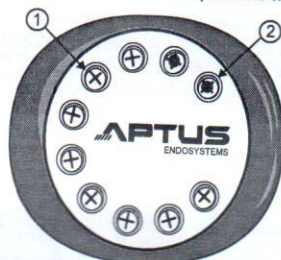

Рисунок 7. Кассета EndoAnchor
4. Загрузите аппликатор путем сильного нажатия на центр кнопки управления назад. Во время работы двигателя, введите дистальный кончик катетера аппликатора в неиспользуемый порт имплантата EndoAnchor, расположенный на кассете EndoAnchor. Примеры используемых и неиспользуемых портов EndoAnchor изображены на рис. 7. Зеленая стрелка назад будет мигать и имплантат EndoAnchor будет загружен из кассеты в дистальный конец аппликатора Heli-FX. Когда имплантат EndoAnchor загружен, вы услышите два звуковых сигнала, а также будет мигать зеленая стрелка вперед, указывая на то, что первый этап развертывания имплантата EndoAnchor выполнен. Теперь имплантат EndoAnchor загружен в аппликатор и аппликатор можно извлечь из кассеты.